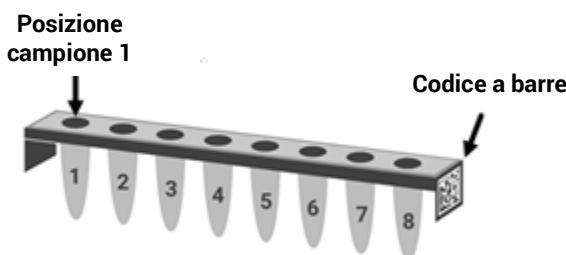

Figura 7 Orientamento richiesto per i numeri dei campioni da 1 a 8 nella Magnis Sample Input Strip.
- Assicurarsi di caricare i campioni nei pozzetti per campioni corrispondenti alle posizioni corrette, con il campione 1 nel pozzetto più lontano dal codice a barre (barcode), come mostrato nella Figura 7 di seguito.**